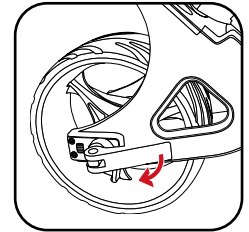

Abb. 1
1. Den Schnellspannhebel am Vorderradgehäuse umlegen die Radmutter lösen (Abb. 1)